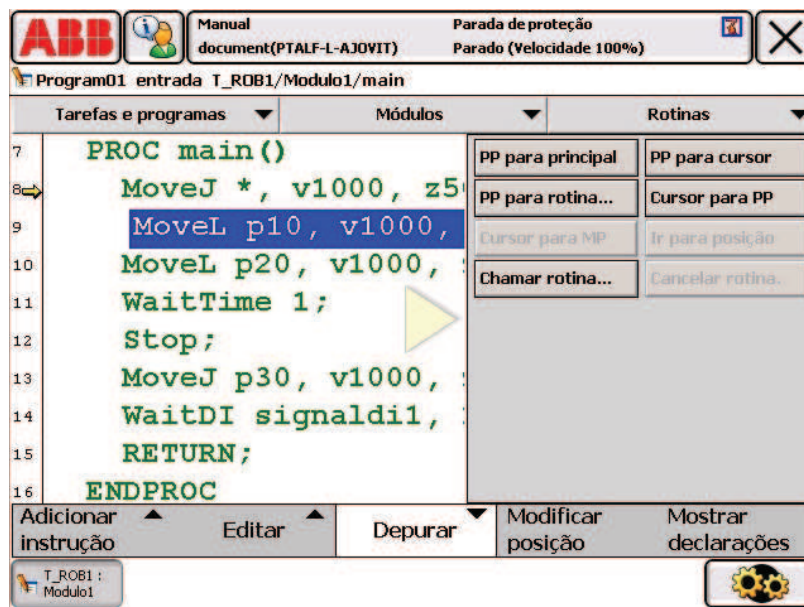

Figura 34 - Menu Depurar na janela de edição de programa.
- Premir *Depurar (Debug)* (ver Figura 34):